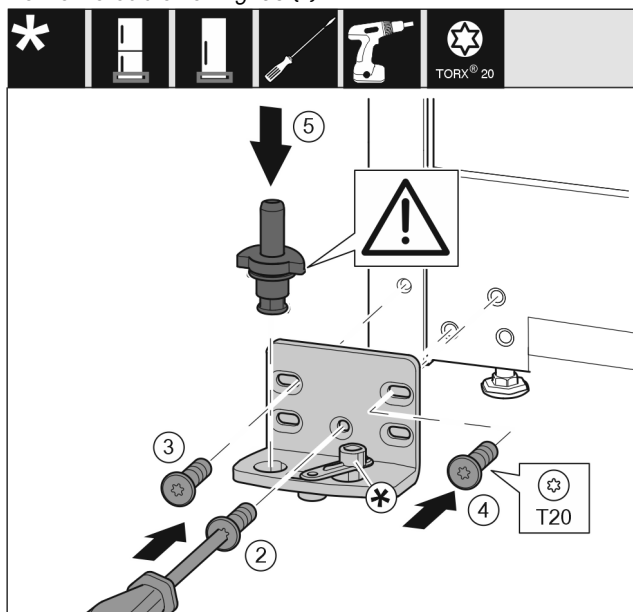

Fig. 36
- ▶ Colocar el soporte de apoyo en el otro lado y atornillarlo con la ayuda de un destornillador T20. Empezar por el tornillo 2 en la parte inferior central. Fig. 36 (2)
- ▶ Apretar los tornillos 3 y 4. Fig. 36 (3,4)
- ▶ Introducir totalmente el perno de apoyo. Asegurarse de que el saliente de retención mire hacia atrás. Fig. 36 (5)
- ▶ Colocar el soporte de apoyo en el otro lado y atornillarlo con la ayuda de un destornillador T20. Empezar por el tornillo 2 en la parte inferior central. (2)
- ▶ Girar 180° la conexión del amortiguador de cierre. Atornillar al otro lado del soporte de apoyo con el destornillador T20. (5)
- ▶ Introducir totalmente el perno de apoyo. Asegurarse de que el saliente de retención mire hacia atrás. (6)